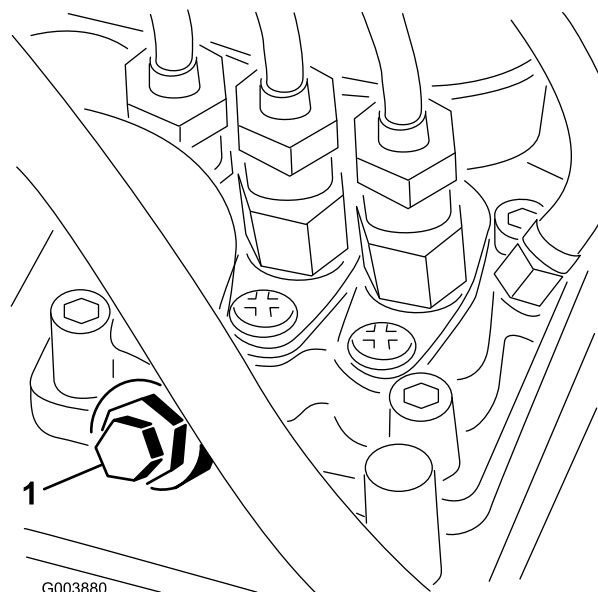

Figura 21
3. Aprite la vite di spurgo dell'aria situata sulla pompa d'iniezione (Figura 21).